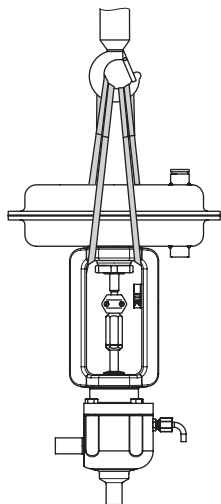
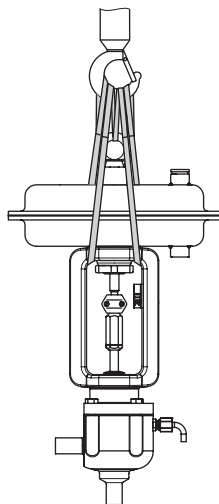
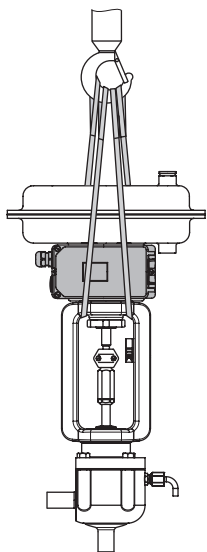

Fig. 6 : Type 3349-1 sans œillet de levage
Fig. 7 : Type 3349-1 avec œillet de levage
Fig. 8 : Type 3349-7 sans œillet de levage
1. Avec les types 3271/3277 : passer deux élingues prudemment autour de la bride et les arrimer au niveau du support de la grue ou du chariot élévateur (cf. Fig. 6, Fig. 7 et Fig. 8). Veiller à ne pas endommager la tige de servomoteur et les appareils périphériques.
Dans les exécutions de servomoteur avec anneau de levage, fixer une élingue supplémentaire sur l'œillet de levage du servomoteur et sur le support de la grue ou du chariot élévateur (cf. Fig. 7).